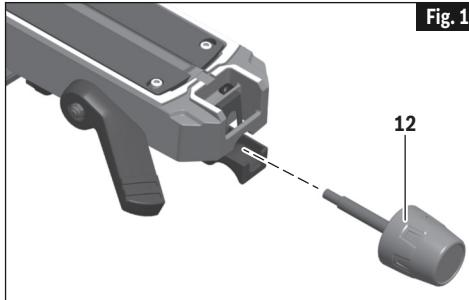

Fig. 1
1. Regardez au-dessous du bras avant de la plaque tournante, au-dessus du levier de verrouillage, et localisez le trou de 10 mm (voir Fig. 1).